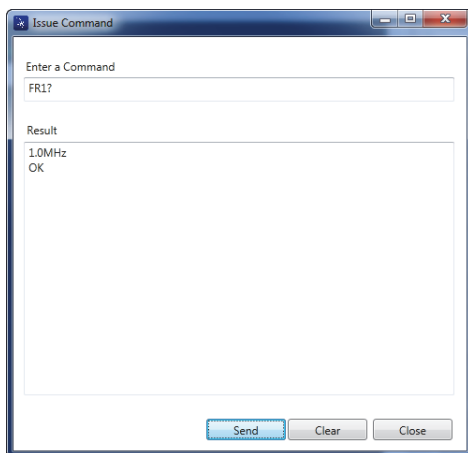

図 7-13 Issue Command (コマンドの発行) ダイアログボックス
Issue Command (コマンドの実行) ダイアログボックスが開きます (194 ページの図 7-13 参照)。
2. Issue Command (コマンドの発行) ダイアログボックスで、コマンドを入力します (194 ページの図 7-13 を参照)。
3. **Issue Command** (コマンドの発行) ダイアログボックスで、**Send** (送信) をクリックします (194 ページの図 7-13 参照)。